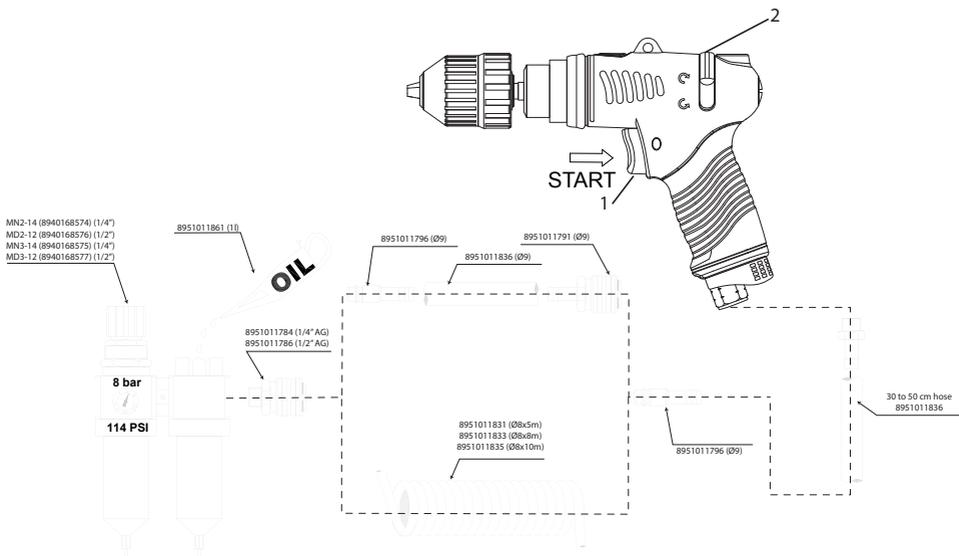

Fig. 01:
- Das Gerät laut Abb. 01 anschließen.
- Zum Betrieb in Vorwärtsrichtung den Umschaltstift einwärts drücken. Zum Betrieb im Rückwärtsgang den Umschaltstift (2) drücken.
- Drücken Sie zum Starten der Maschine einfach auf den Drücker (1). Die Maschinendrehzahl steigt mit steigendem Druck auf den Drücker. Lassen Sie den Drücker oder Hauptschalter los, um die Maschine zu stoppen.
- Den Drehzahlschalter (2) nur verwenden, wenn die Antriebsspindel vollständig stillsteht. Das Ändern der Drehzahl vor dem Stillstand der Antriebsspindel kann die Maschine beschädigen.
- Connect device as shown in Fig.01.
- To operate in forward rotation, push the reverse pin (2). To operate in reverse, push the reverse pin (2).
- To start the machine, simply push the trigger (1). Machine speed is increase by increasing pressure on the trigger. Release the main switch to stop.
- Use the speed switch (2) only when the drive spindle comes to a complete stop. Changing the speed before the drive spindle stops may damage the machine.